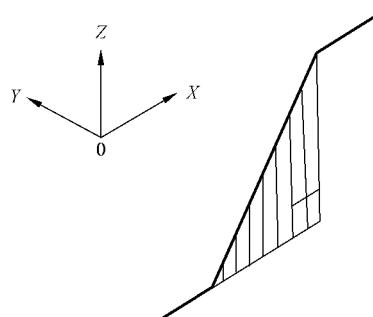

图 1 管段平面平行于 X_0Z 平面时的表示
4.3.1 当管路或管段的所在平面平行于直角坐标平面的垂直面时,应同时画出其在水平面上的投影及投射平面。见图 1。